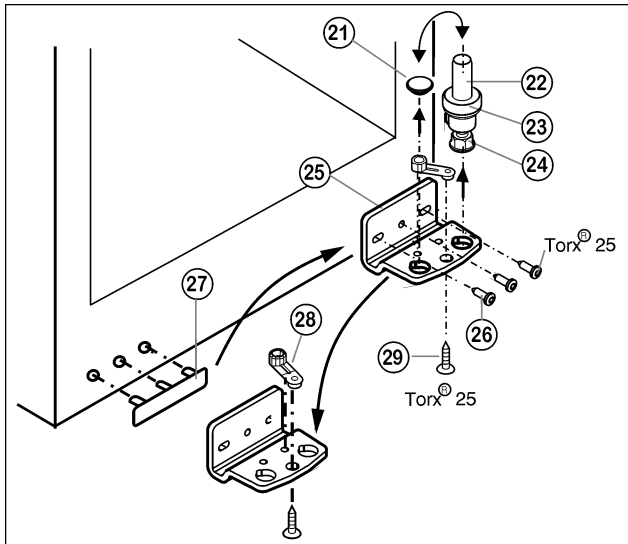

Fig. 6
- ▶ Lagerbout Fig. 6 (22) compleet met schijfje Fig. 6 (23) en stelpootje Fig. 6 (24) naar boven eruit trekken.
- ▶ Stop Fig. 6 (21) eraf halen.
- ▶ Lagerbus Fig. 6 (25) losschroeven Fig. 6 (26).
- ▶ Lagerdeel Fig. 6 (28) losschroeven Fig. 6 (29) en in het tegenoverliggende opnamegat van de lagerbus omzetten en weer vastschroeven.
- ▶ Afdekking aan de greepzijde Fig. 6 (27) voorzichtig optillen en op de tegenoverliggende zijde plaatsen.
- ▶ Lagerbus Fig. 6 (25) aan de nieuwe scharnierzijde evt. met behulp van een accuschroevendraaier weer **goed (met 4 Nm)** vastschroeven.
- ▶ Stop Fig. 6 (21) weer in het andere gat plaatsen.
- ▶ Lagerbout Fig. 6 (22) compleet met schijfje en stelpootje weer aanbrengen. Er daarbij op letten, dat de sluitnok naar achter wijst.
- ▶ Plaats de deur van boven op de lagerbout beneden Fig. 6 (22).
- ▶ Plaats de bovenste lagerbus (12) aan de nieuwe scharnierkant in de deur.
- ▶ Bovenste lagerbus (12) **goed (met 4 Nm)** vastschroeven (2 maal Torx® 25) (13). Steek de schroefgaten indien nodig voor of gebruik de accuschroevendraaier.
- ▶ Afdekking (10) en afdekking (11) elk op de tegenoverliggende zijde vastklikken.
- ▶ De deur eventueel via de beide langsgaten in de lagerbus onder Fig. 6 (25) ten opzichte van de kast uitlijnen. Daartoe middelste schroef uitdraaien.